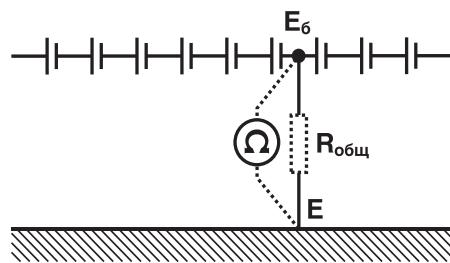

Рис. 7
3.3.1. Измерение с помощью омметра. (рис. 7).